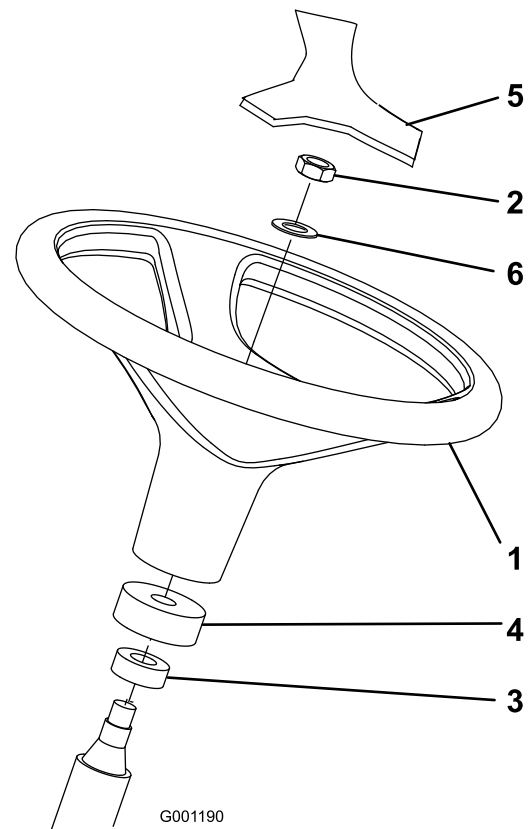

Figure 3
- Retirez l'écrou de blocage et la rondelle de l'arbre de direction. Vérifiez que la bague en mousse et le cache-poussière se trouvent sur l'arbre de direction (Figure 3).
- Glissez le volant et la rondelle sur l'arbre de direction (Figure 3).
5. Posez le couvre-moyeu sur le volant (Figure 3)